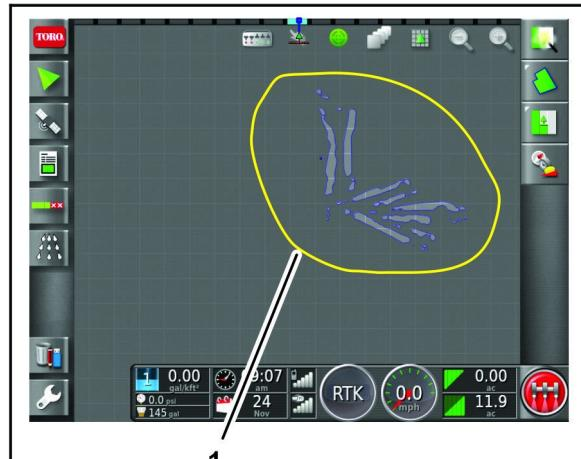

图 68
- 喷洒技术人员用 1 号机器绘制第 1 至 9 洞的场地边界图 68。